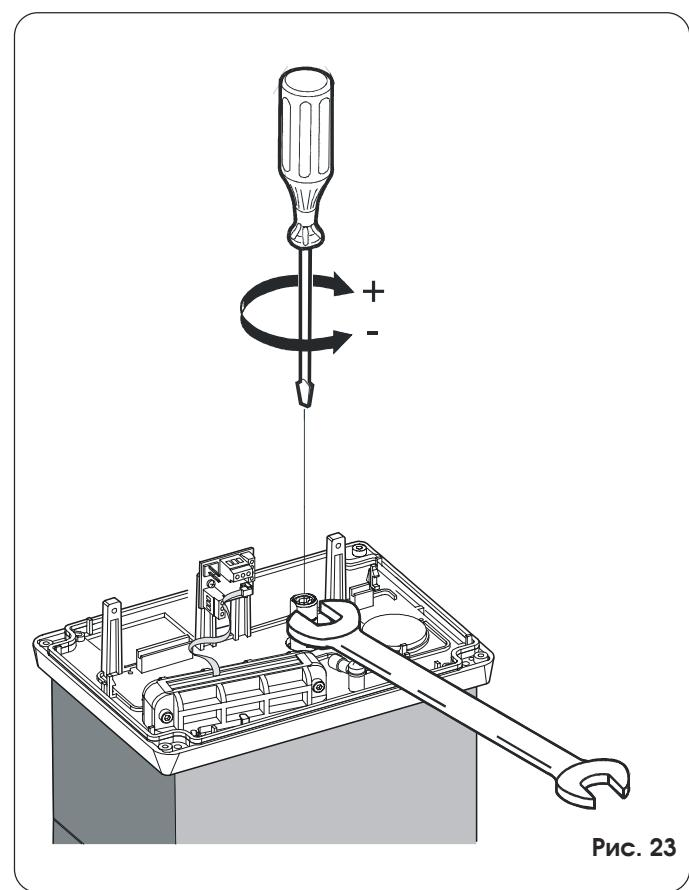

Рис. 23
- 2) Удерживая вал электродвигателя гаечным ключом, поворачивайте регулировочный винт муфты с помощью торцевого ключа или отвертки (см. рис. 23). Для увеличения врачающего момента поворачивайте винт по часовой стрелке.